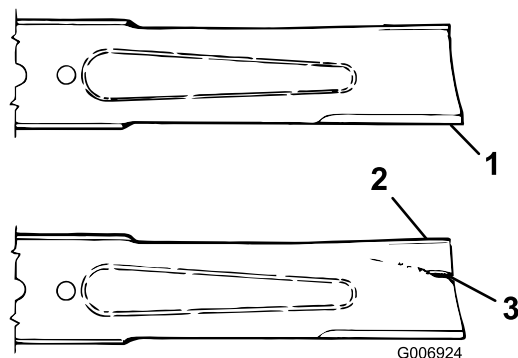

図 60
2. ブレードの切っ先を注意深く観察、特に、直線部と曲線部が交わる部分をよく観察する図 60。この、直線部と曲線部の交差域は、砂などによる磨耗が進みやすい部分なので、機械を使用するまえによく点検することが必要。磨耗が大きい場合には図 60 危険であるから交換する「ブレードの取り外し」を参照。
ブレードの磨耗を放置すると、ブレードのセール部と平坦部との間に割れ目が発生する図 60。この割れ目が拡大すると、最終的にはブレードがちぎれてハウジングの下から飛び出し、これがオペレータや周囲の人に重大な人身事故となる。